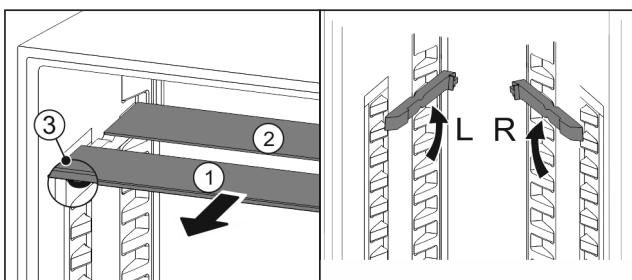

Fig. 54
- ▶ Izvucite Fig. 54 (1) staklene ploče jednu po jednu prema naprijed.
- ▷ Staklena ploča Fig. 54 (1) s ukrasnom letvicom nalazi se sprijeda.
- ▷ Zaustavljači Fig. 54 (3) su usmjereni prema dolje.